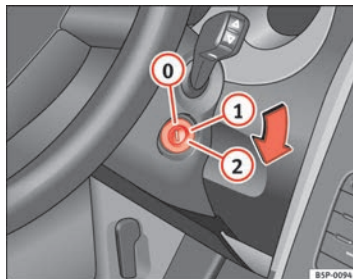

Fig. 137 Posiciones de la llave de contacto
En esta posición ⇒ fig. 137 el encendido y el motor están desconectados pudiéndose bloquear la dirección.
- Gire la llave de contacto hasta la posición ⇒ **página 177, fig. 137 ①**. El testigo  se encenderá en caso de precalentamiento del motor.
- En cuanto se apague el testigo, gire la llave de encendido a la posición **②** para poner en marcha el motor y no pise el acelerador.
- Gire la llave de contacto a la posición ⇒ página 177, fig. 137 .